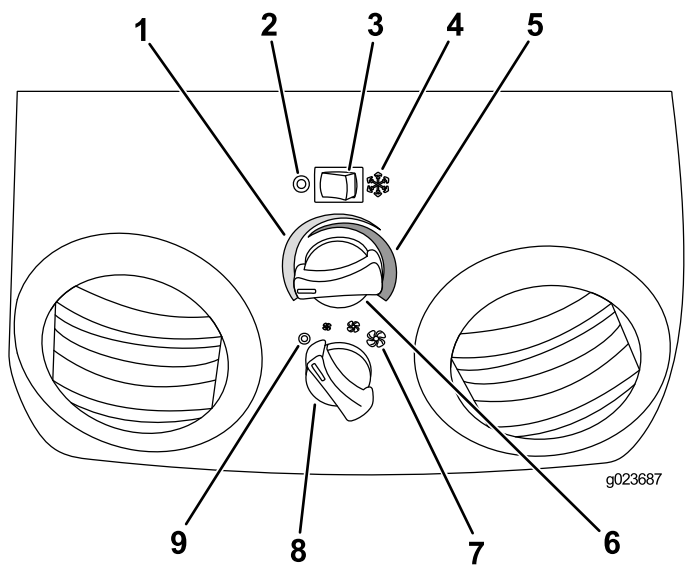

Figura 53
1. Mova a interruptor do AR CONDICIONADO à direita para colocar o ar condicionado na posição ON (Figura 53).
- Gire o seletor de TEMPERATURA à esquerda até alcançar a temperatura desejada (Figura 53).
- Gire o SELETOR DE VELOCIDADE do ventilador para a posição baixa, média ou alta (Figura 53).
- Mova o interruptor do AR CONDICIONADO à esquerda para colocar o ar condicionado na posição OFF (Figura 53).
- Gire o seletor de TEMPERATURA à direita até alcançar a temperatura desejada (Figura 53).